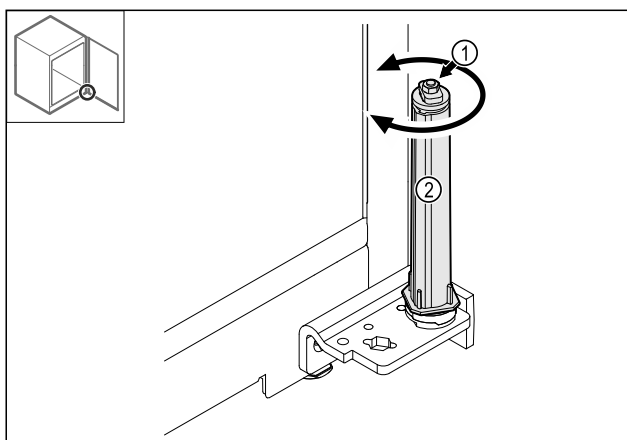

Fig. 41
- Non scomporre il collegamento a vite Fig. 41 (1) del sistema di chiusura.
- Ruotare il sistema di chiusura Fig. 41 (2) finché non scatta.